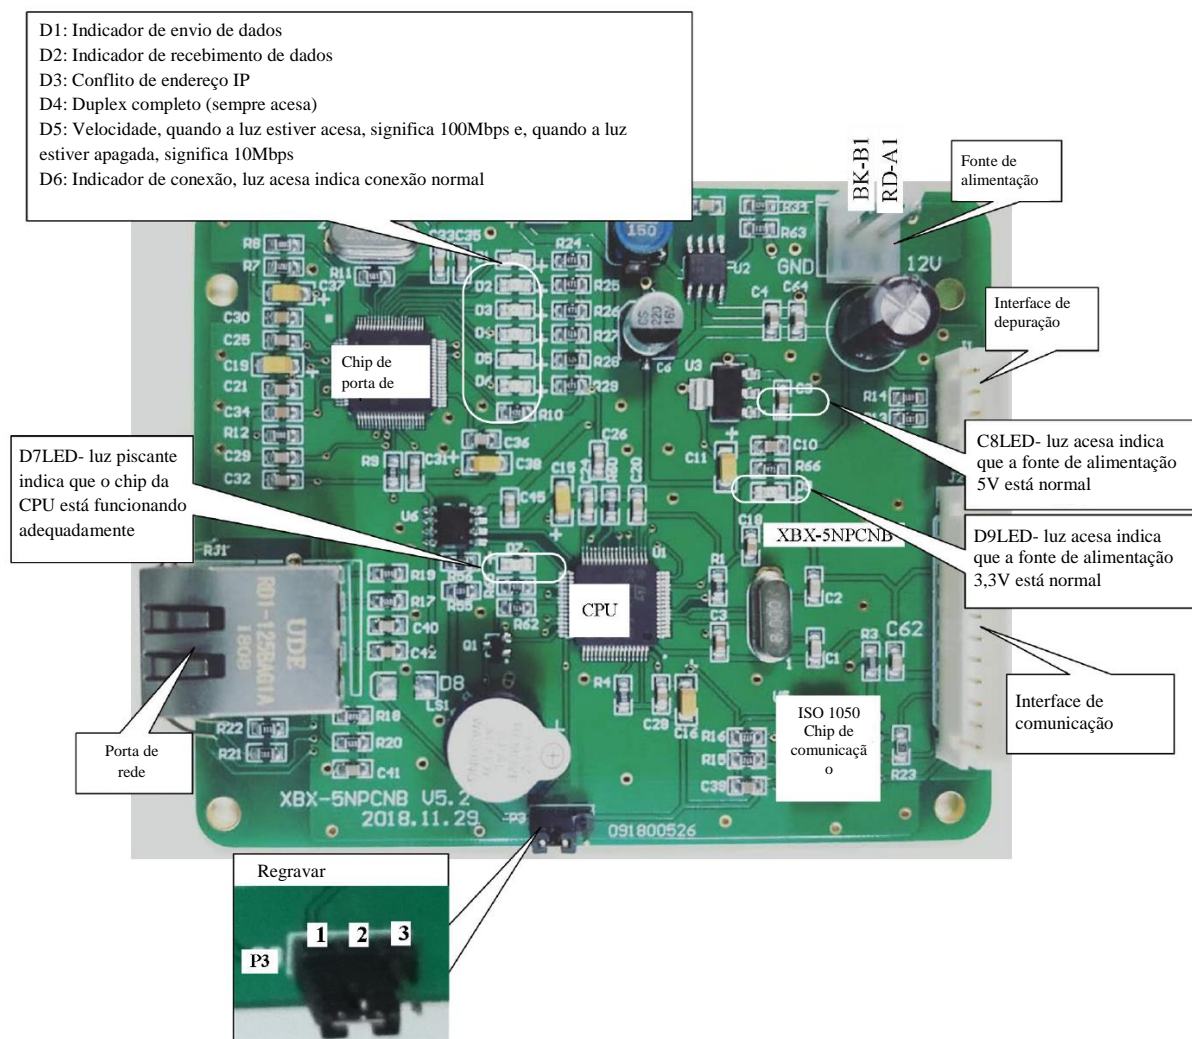

Figura 5-4 Placa de comunicação
A interface de regravação do programa de posição mecânica é como mostrada na interface P3 na figura 5-4 e o programa pode ser gravado de acordo com os passos a seguir:
2. Coloque a tampa de curto-circuito nos pinos 2 e 3 da interface P3, como mostrado na figura 5-4
3. Após conectar o cabo de alimentação, a luz verde de D7 LED pisca rapidamente e a posição de LED é mostrada na figura 5-4.